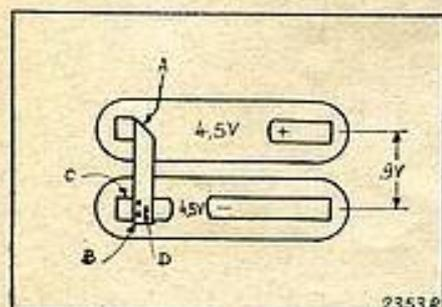

FIG. 1. — Couplage de pile de poche. Trois coups de pointeau (D) assurent un contact électrique absolument parfait.
électriquement à la petite lame de l'autre). En outre, ces deux piles sont généralement disposées côte à côte. Le contact de la grande lame d'une des piles à la petite lame de l'autre, doit être absolument parfait (afin d'éliminer tout mauvais contact ou résistance ohmique indésirable). Le système que nous avons imaginé (fig. 1), réalise parfaitement toutes les conditions qui précèdent. La particularité de notre système est qu'il ne nécessite pas de soudures. Son prix de revient est pratiquement nul.
REALISATION (fig. 1) : la grande lame (A) de l'une des deux piles est pliée à angle droit. Son extrémité (B) est pliée sur la petite lame (C) de l'autre pile. Sur ce dernier pliage il est effectué trois coups de pointeau (D). Nous avons mesuré avec précision la résistance ohmique du contact électrique ainsi réalisée et nous pouvons assurer qu'elle est pratiquement nulle.